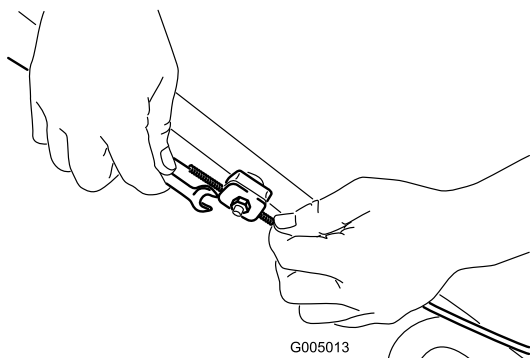

Figura 40
1. Afloje la tuerca del soporte del cable (Figura 40).